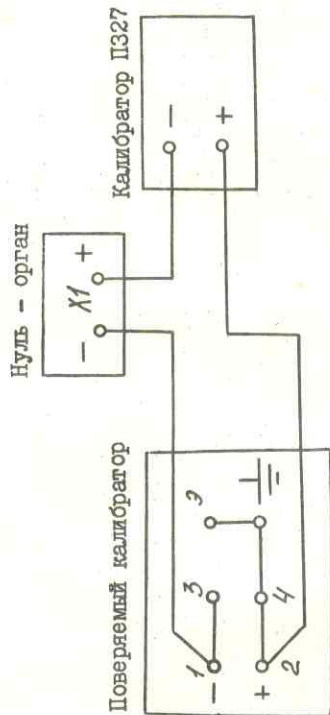

Рис. 3
4.3.6.1.1. Соберите схему рис. 3.